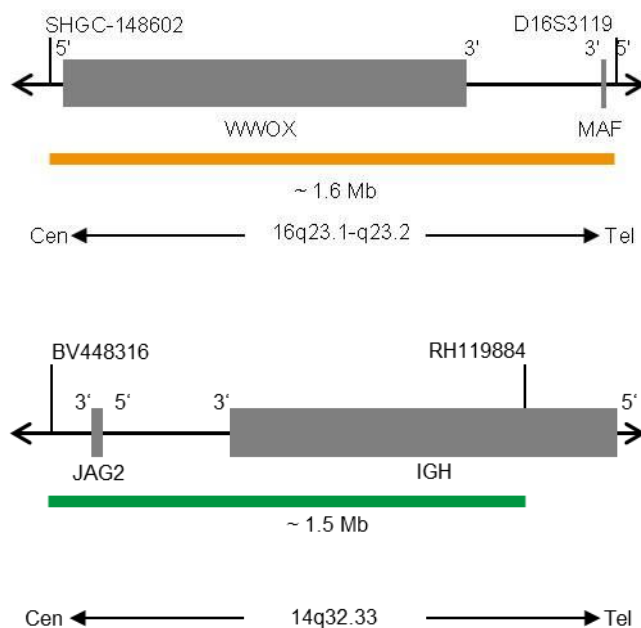

Fig. 1: Cima: SPEC MAF Mapa da sonda; Baixo: SPEC IGH Mapa da sonda (sem escala)
- Polinucleótidos (~6.0 ng/μl) com marcação ZyOrange (excitação 547 nm/emissão 572 nm), dirigidos ao mapeamento de sequências alvo em 16q23.1-q23.2* (chr16:78,089,697-79,657,277) contendo o gene MAF (ver Fig. 1).
- Polinucleótidos (~12.0 ng/μl) com marcação ZyGreen (excitação 503 nm/emissão 528 nm), dirigidos ao mapeamento de sequências alvo em 14q32.33* (chr14:105,462,169-106,995,000) contendo o locus IGH (ver Fig. 1).